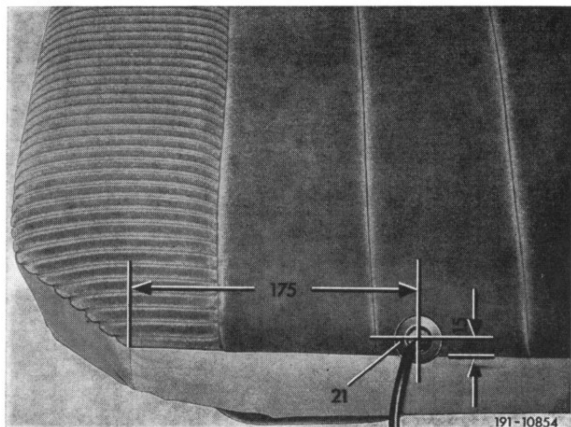

Bild 12
41 Bezug teilweise am Fondsitzen und an der Fondlehne montieren. Anschließend Löcher für die Ösen (21) nach Bild 12 und 13 anzeichnen und mit einem Locheisen von 18 mm Durchmesser in den Bezug schlagen.
42 Ösen (21) mit den Scheiben (22) am Bezug des Fondsitzes und der Fondlehne montieren (Bild 12 und 13).